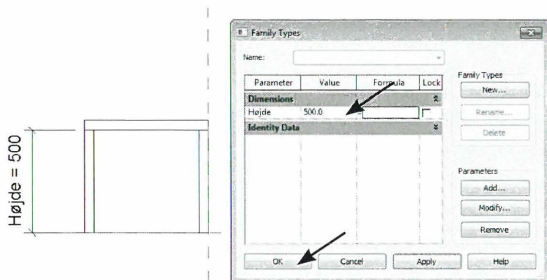

Fig. 06.10. Skriv 500 mm og tryk OK.
- Skriv 500 mm igen og tryk *OK* (Fig. 06.10).